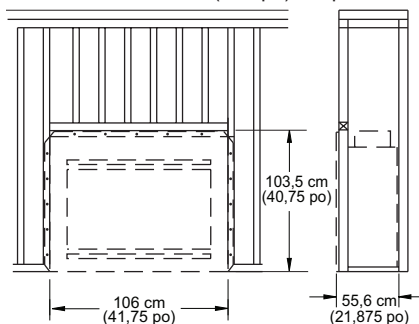

Figure 1 - Dimensions de la structure
1. L'emplacement doit permettre les dégagements appropriés (voir figures 1 et 2).
1. Les figures 1 et 2 contiennent les dimensions des ouvertures de la structure du foyer.